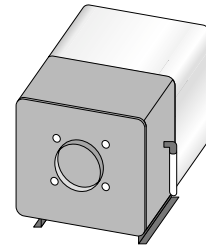

图7
- ⑤ 将滤过网箱盖上的搭扣对准滤过网箱的沟,用转角部夹子固定。(图7)